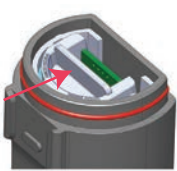

Abbildung 2: Schieben, um zu entsperren
4. Zum Einlegen der Batterieplatte bringen Sie die kleinen Laschen in den Führungsrillen an dem Gehäuse in eine Linie. Siehe Abbildung 2.